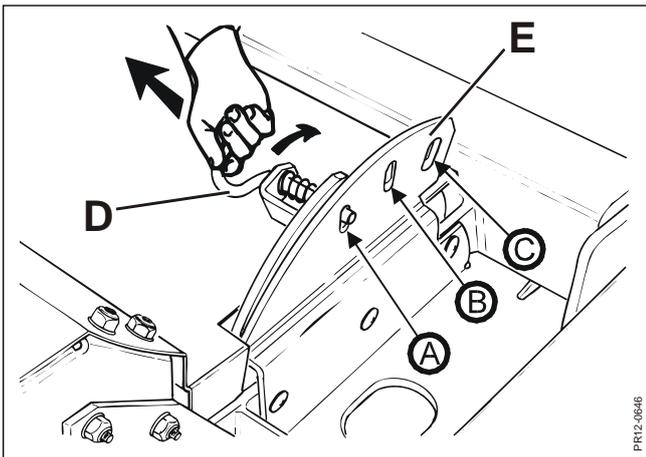

Fig. 3-16
Fig. 3-16 Das System wird mit dem Handgriff **D** bedient, der in 3 Positionen auf der Konsole **E** angebracht werden kann. Der Abstand der Aufbereiterplatte zum Rotor kann dadurch geändert werden, indem der Handgriff **D** zu einem der anderen Löcher in der Konsole **E** rückt. Wenn der Handgriff in Pos. (A) angebracht wird, ist der Abstand zwischen der Aufbereiterplatte und den Aufbereiterfingern klein, in Pos. (B) ist der Abstand mittelgroß und in Pos. (C) ist der Abstand groß.